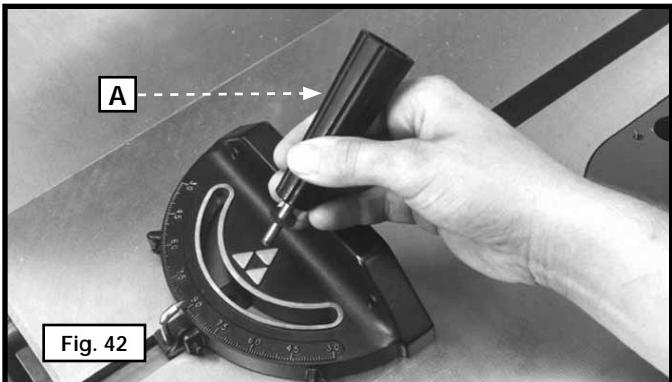

Fig. 42
2. Use una escuadra para comprobar que la hoja esté a un ángulo de 90° del banco (Fig. 35). Para ajustarlo, gire el volante de inclinación de la hoja hacia la izquierda. Afloje la tuerca de seguridad (A) Fig. 42, y ajuste o afloje el tornillo (B) hasta que la cabeza del tornillo (B) entre en contacto con la pieza de fundición en el soporte giratorio frontal cuando la hoja esté a 90° del banco. Ajuste la tuerca de bloqueo (A).
Inserte la barra del calibrador de inglete en la ranura para calibrador de inglete. Coloque la arandela y el mango de bloqueo (A) Fig. 42.
El calibrador de inglete viene con topes de índice ajustables a 90° y 45° a la derecha y a la izquierda. Puede ajustar los topes del índice aflojando o ajustando los tres tornillos (B) Fig. 42, con la llave hexagonal suministrada.
Para girar el calibrador de inglete, afloje la perilla de bloqueo (A) Fig. 42, volteé el enlace del tope (D) para sacarlo y mueva el cuerpo del calibrador de inglete (C).